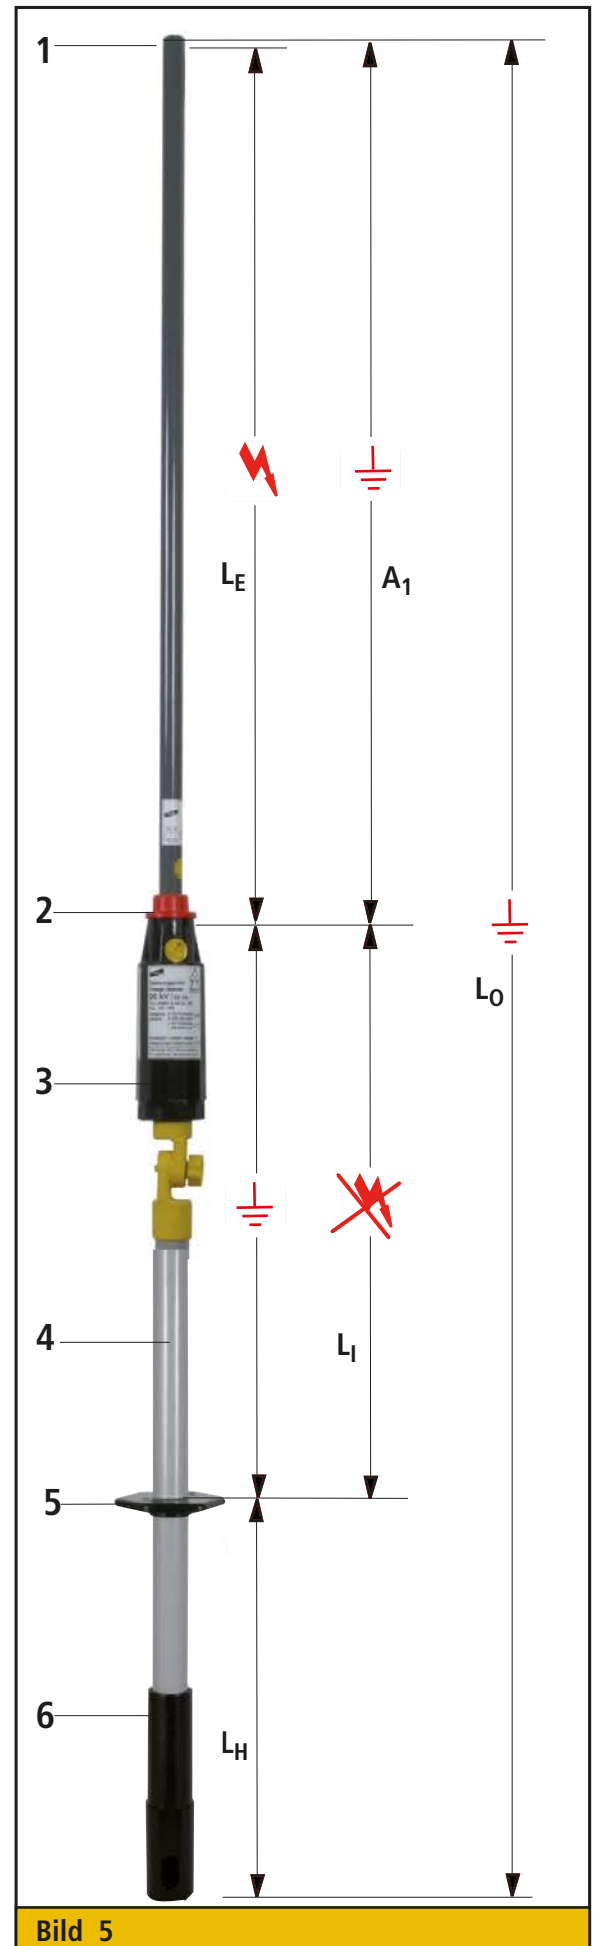

Bild 5
- Der modulare Spannungsprüfer PHE III darf im Bereich des Isolierteiles nur an geerdete Anlagenteile angelegt werden (siehe Bild 5)
- Der modulare Spannungsprüfer PHE III darf vom vorderen Ende (Kontaktelektrode) bis zum Roten Ring (2) auf spannungsführende und geerdete Anlagenteile angelegt werden (siehe Bild 5).
- Der modulare Spannungsprüfer PHE III darf im gesamten Bereich an geerdete Anlagenteile angelegt werden (siehe Bild 5).